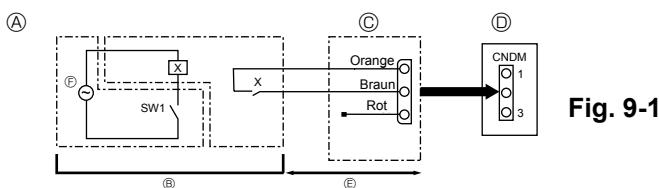

Fig. 9-1
9.1. Modo de reducci n del ruido (modificaci n in situ) (Fig. 9-1)